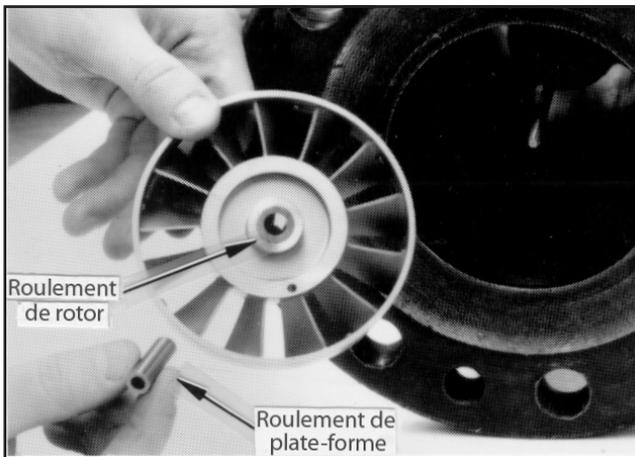

Figure 11
10. Enlever le rotor et les roulements de plate-forme, figure 11, en prenant bien soin de ne pas laisser tomber le roulement de plate-forme du rotor car, en raison de la friabilité du roulement, celui-ci pourrait être gravement endommagé en cas de chute. Vérifier que la surface externe du roulement ne présente aucune rainure, fêlure, rugosité, ni craquelure, ni aucune craquelure sur les surfaces finales. Lors de l'enlèvement du rotor du débitmètre à turbine bidirectionnel, il est nécessaire d'enlever l'anneau de déflexion aval. Enlever la vis de fixation et faire glisser l'anneau. Une fois réinséré, l'anneau doit être replacé exactement dans sa position précédente étant donné que ce dernier positionne correctement le stator aval par rapport au stator amont.